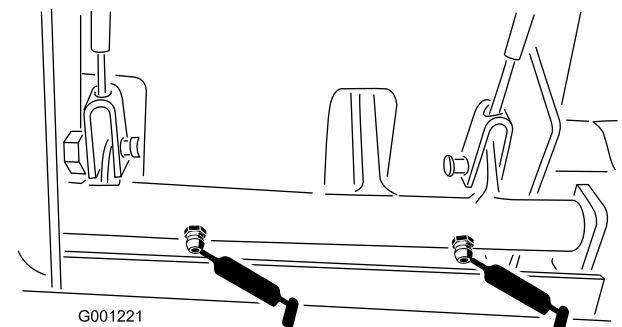

Figura 39
- Casquillos de pivote de los frenos (Figura 39)
- Cables de freno (extremos de la rueda motriz y del pedal de freno) (Figura 39)